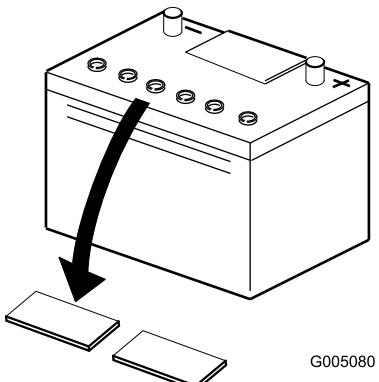

Figure 5
- Nettoyez le dessus de la batterie puis retirez les bouchons d'aération (Figure 5).